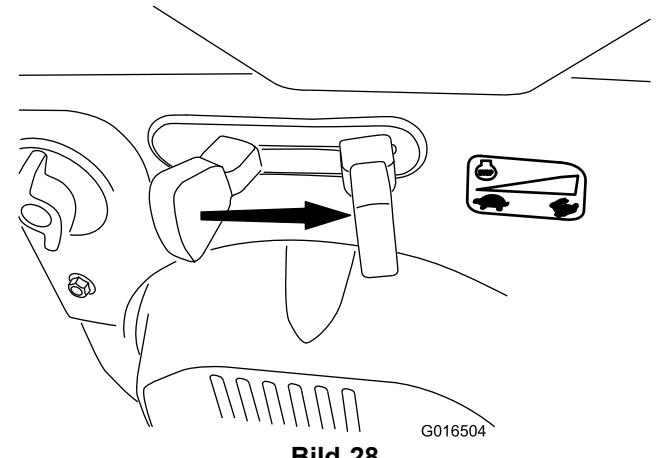

**Bild 26**
4. Drücken Sie mit dem Daumen kräftig auf die Kaltstarthilfe, siehe Tabelle unten, halten Sie die Kaltstarthilfe jeweils für eine Sekunde gedrückt (Bild 26).